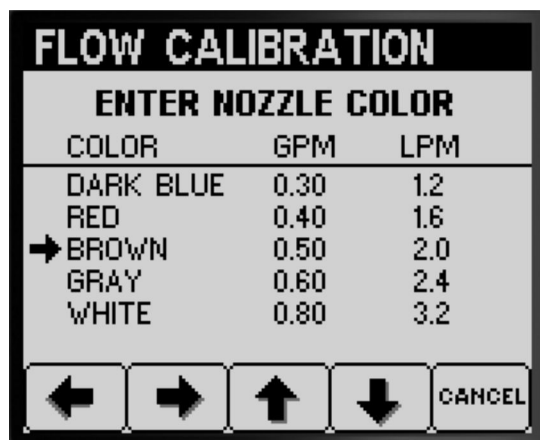

Figura 44
- Per le macchine dotate di ugelli con colori corrispondenti alle portate descritte in Figura 44, selezionare il colore degli ugelli montati nella posizione di irrorazione attiva.
- Per le macchine dotate di ugelli con colori non corrispondenti alle portate descritte in Figura 44, selezionate la portata (in gpm o lpm) degli ugelli montati nella posizione di irrorazione attiva.
3. Premete il pulsante 2 per andare alla fase successiva (Figura 44).